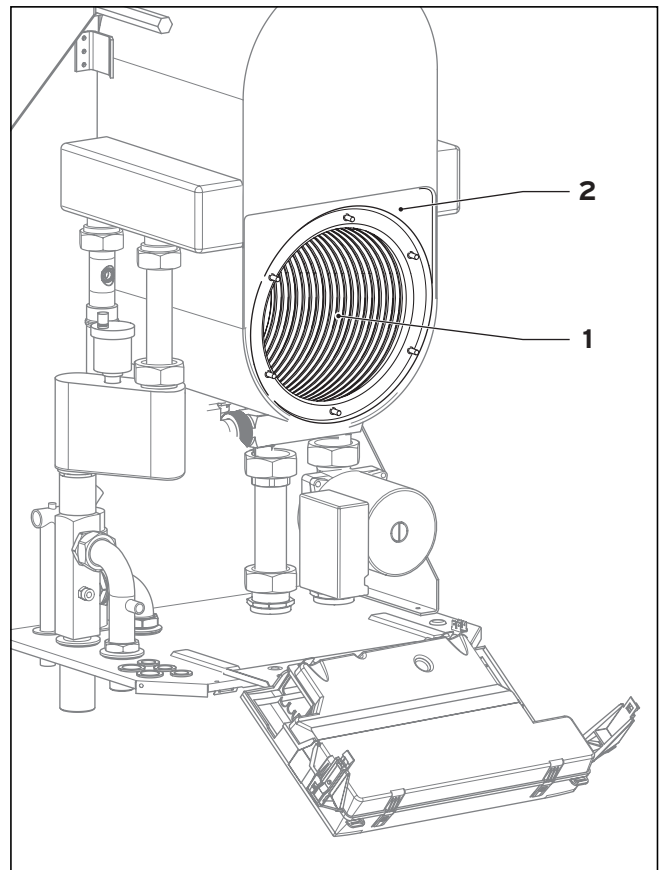

Fig. 7.4 Curățarea schimbătorului integral de căldură prin condensare
- Curățați serpentina (1) de la schimbătorul integral de căldură prin condensare (2) cu esență de oțet din comerț (fig. 7.4). Clătiți cu apă.